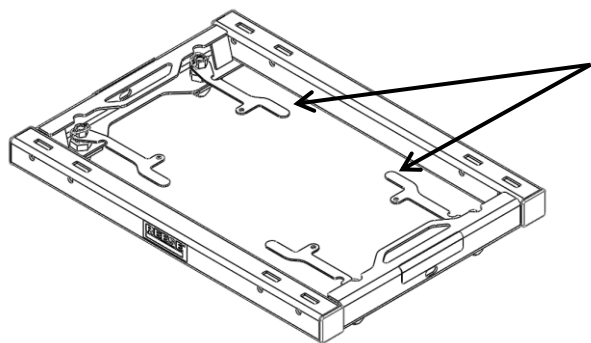

Figure 3a. Leviers d'ancrage en position de déverrouillage
- Placer l'ensemble dans les réceptacles avec les leviers en position de déverrouillage (voir la Figure 3a). Faire pivoter les leviers en position de verrouillage. Il est normal que certains leviers offrent de la résistance contrairement à d'autres au moment du verrouillage. Il faut ajuster un levier que l'on arrive pas à verrouiller à la main.
2. Placer l'adaptateur REESE sur les réceptacles et tourner les leviers en position de déverrouillage (approx. parallèles à la pièce transversale - Figure 3a) jusqu'à ce que l'adaptateur s'insère dans les récepteurs aux quatre (4) coins.
2. Tourner les quatre (4) en position de déverrouillage (parallèlement à la pièce transversale, Figure 3a). Soulever chaque côté de l'adaptateur séparément pour les extraire du réceptacle, ne pas hésiter à déplacer les leviers légèrement pour aligner les ancrages sur les trous des réceptacles.